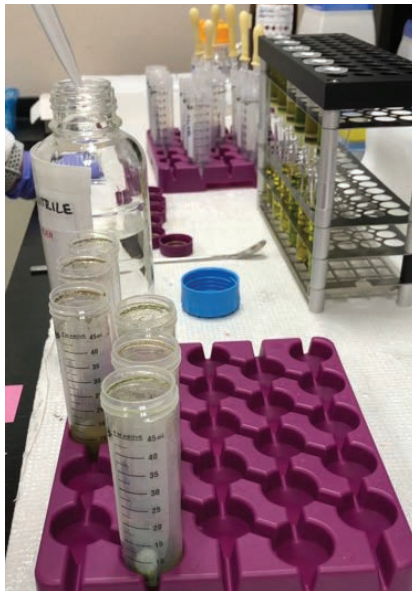

图 5.
9. 溶剂通过 C18 柱后，向每支空样品管中加入 5 mL 乙腈（图 5）